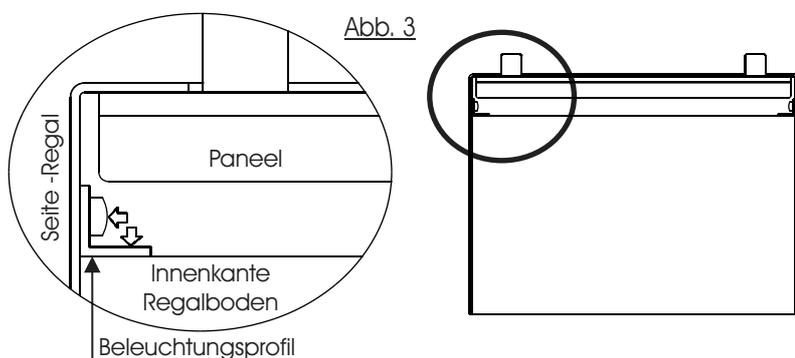

Abb. 3
3. Drehen Sie den Sockelgleiter auseinander. (Abb. 2) und stecken das Zapfenteil in die entsprechenden Bohrungen des Unterbodens. Sichern Sie den Gleiter mit je einer $\text{Ø}4 \times 17\text{mm}$ RW-Schraube. Anschließend wird das Gleitelement wieder aufgeschraubt. (Abb. 3)
4. Bei einigen breiten Elementen ist es notwendig, den Korpus mittig zu unterstützen. Hierzu ist in diesem Kufenelement eine Korpusstütze mit Grundplatte enthalten. Verschrauben Sie die Grundplatte mit 4 Stück Ø4x20mm RW-Schrauben. (Abb. 3)